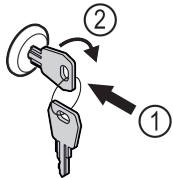

Fig. 125
- ▶ Insérer la clé Fig. 125 (1).
- ▶ Tourner la clé à 90° dans le sens horaire Fig. 125 (2).